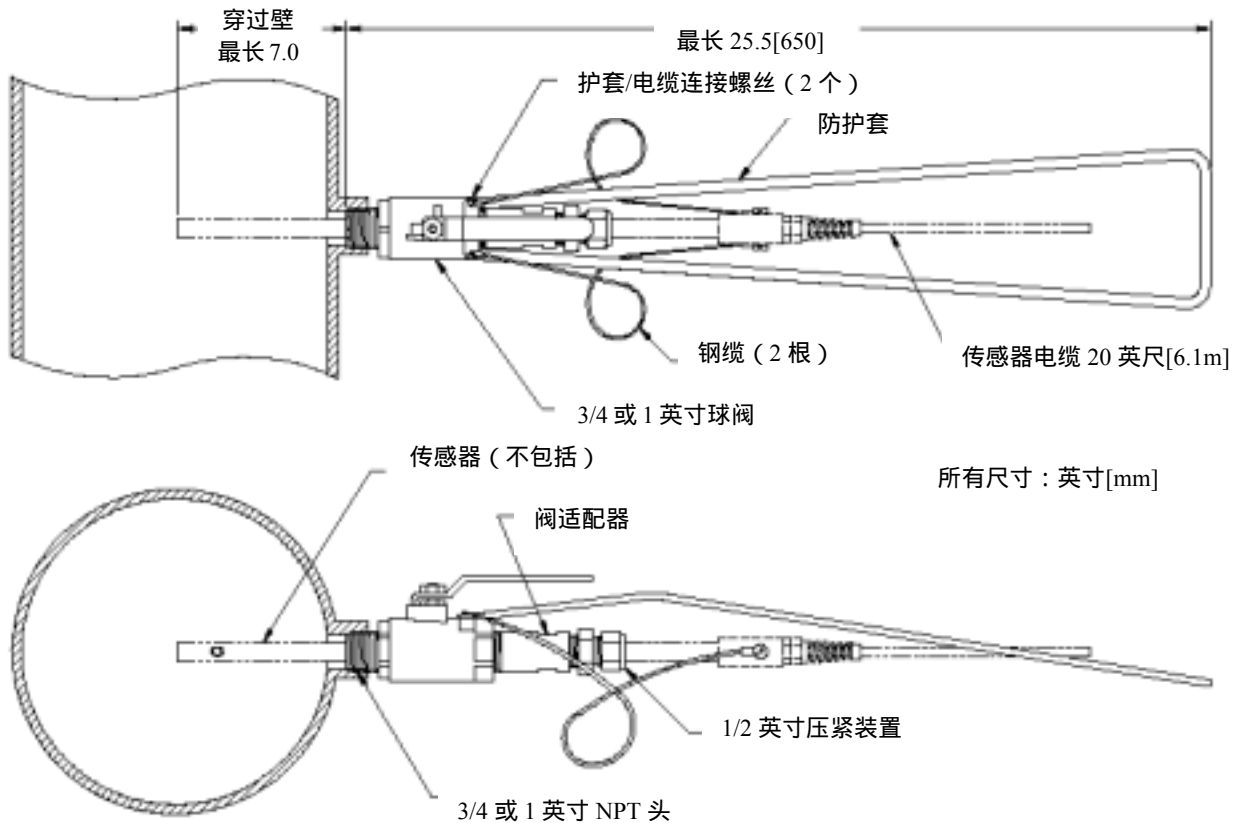

图 2-5 球阀组件安装详图
| 图 2-5 | 球阀组件安装详图        | 8  |
- 将传感器插入到管道流体中，以使过程液体可以直接流入到传感器的尾部（如图 2-5）。
- C. 将传感器插入球阀组件背面的压紧装置中。然后调节插入深度以定位传感器的“逆流”孔朝向管道流体的中心（如图 2-5）。